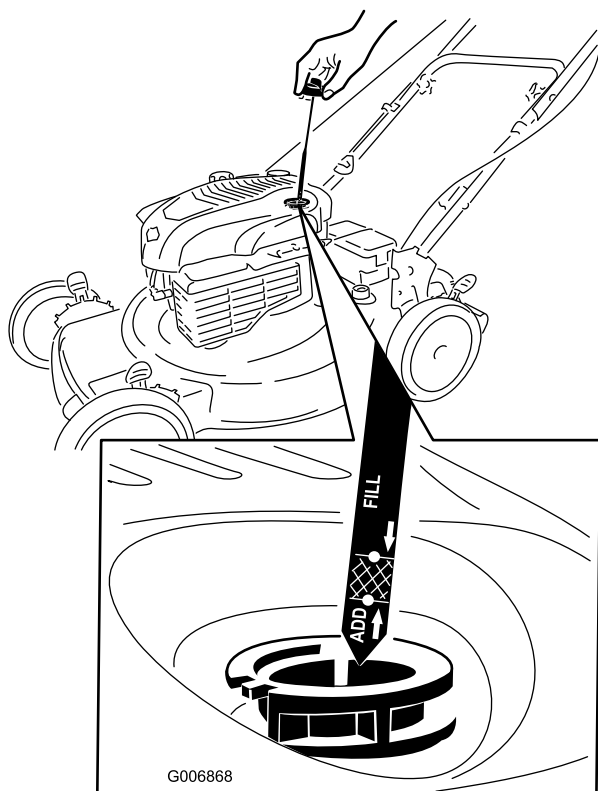

Figure 7
1. Retirez la jauge (Figure 7).
2. Versez de l'huile **lentement** dans le goulot de remplissage pour faire monter le niveau de liquide jusqu'au repère du **plein** (Full) sur la jauge (Figure 7). **Ne remplissez pas excessivement.** (Remplissage max. : 0,59 l, type : huile détergente SAE 30 de classe de service API SF, SG, SH, SJ, SL ou supérieure.)